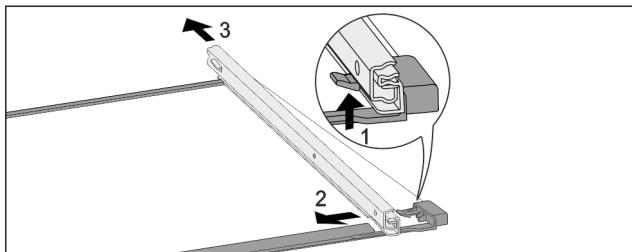

Fig. 157 Glashylla med skenor
- ▶ Tryck främre spärr uppåt. Fig. 157 (1)
- ▶ Skjut bort utdragsskena i sidled Fig. 157 (2) och bakåt Fig. 157 (3).